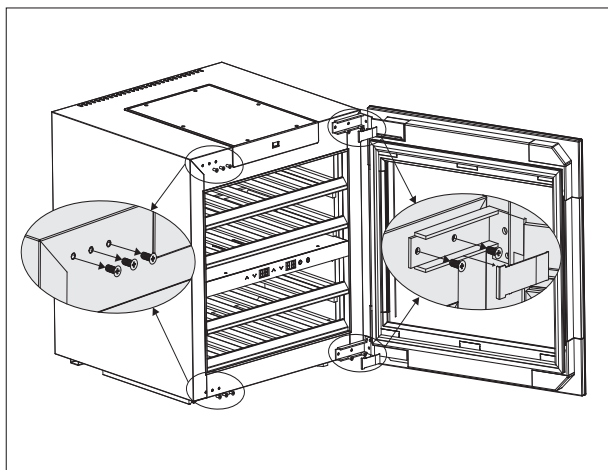

Рис. 4
2. Аккуратно выкрутите крепежные винты (верхний и нижний) (рис. 4).